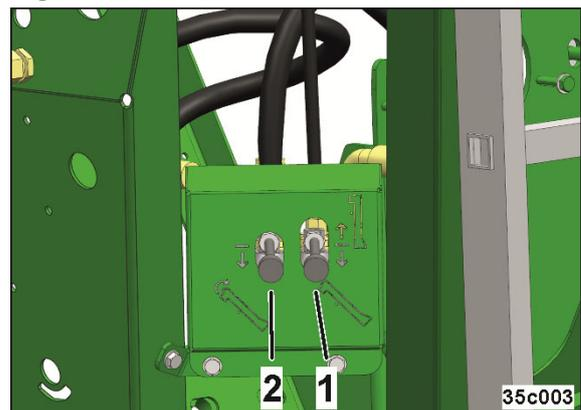

Fig. 183
- 2.1 Bedienhebel (Fig. 183/1) betätigen.